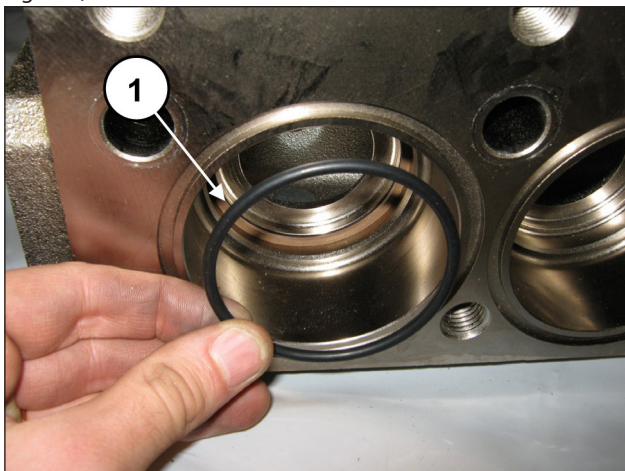

Fig. 154
Introducir la junta tórica, pos. dibujo desglosado 7 (pos. ①, Fig. 154).